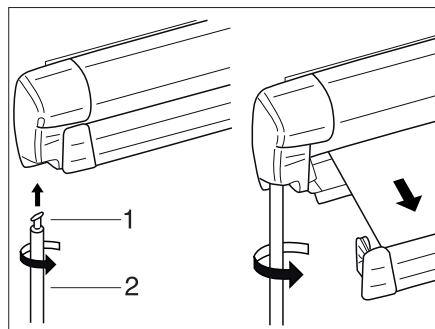

Fig. 39 Store extérieur
- Accrocher le crochet (Fig. 39,1) de la manivelle (Fig. 39,2) dans l'œillet du mécanisme et tourner de 90°.